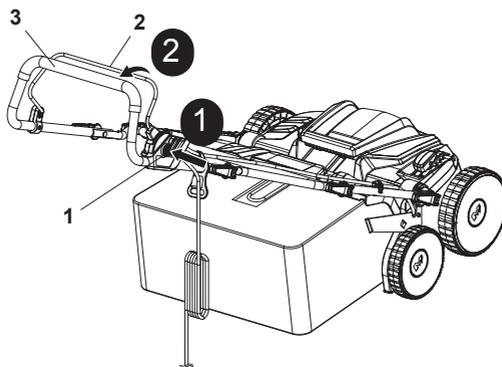

Fig. 13
3. Se tenir derrière la poignée (3).
4. Appuyer sur le bouton de déverrouillage (1) et le maintenir enfoncé, puis tirer les leviers de démarrage (2) vers la poignée (3) (Fig. 13, étapes 1, 2).
5. Après le démarrage de la machine, relâcher le bouton de déverrouillage (1).